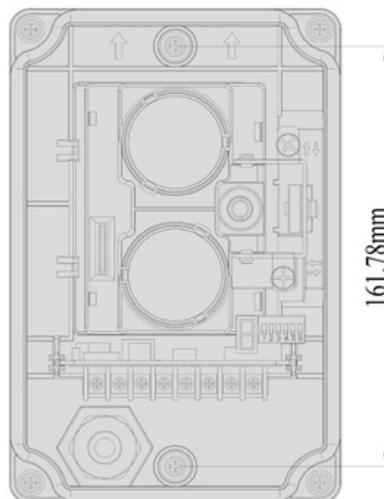

Figura 5: Rilevatore di raggi
4. Fissare la base del rilevatore alla staffa utilizzando due viti standard M4x12x10. Fare riferimento alla Figura 5.